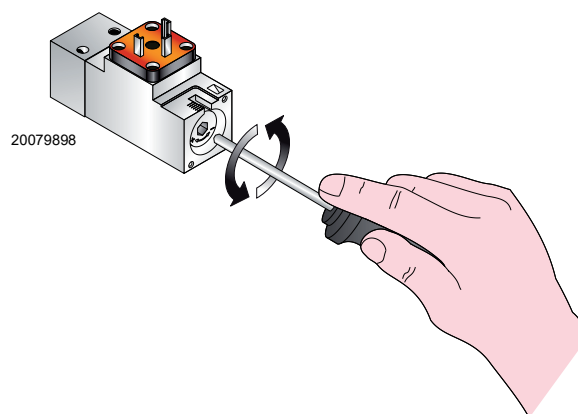

Рис. 38
5.11.5 Реле максимального давления топлива (Рис. 38)